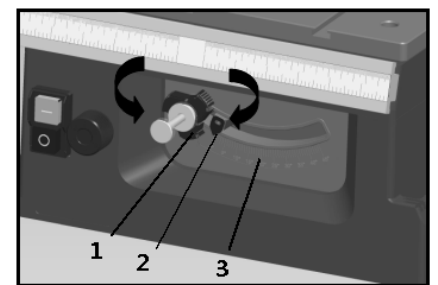

Рис. 19
6.4 Указатель наклона пильного диска (Рис. 19)
- Ослабьте крепежный винт, установите указатель на отметку 0° и затяните винт (1, Рис. 19).